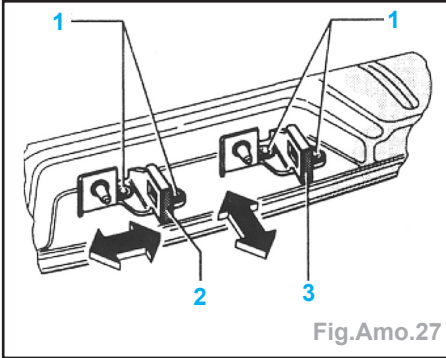

Fig.Amo.27
- Après avoir desserré les vis de fixation (1), il est possible de déplacer les gâches (2 et 3 flèches) (Fig.Amo.27).
- Désolidariser la gâche G (2).
- Désolidariser la gâche D (3) (Fig.Amo.27).